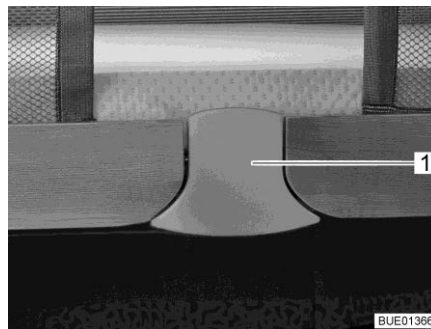

Bild 119 Entriegelung
- Entriegelungsplatte (Bild 119,1) unten herausziehen. Die Verriegelung ist gelöst.